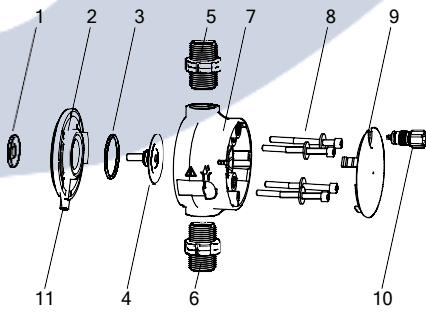

Fig. 10 Cabezal dosificador, despiece
A diario	Compruebe si la abertura de drenaje presenta fugas de líquido (fig. 10, pos. 11) y si está obstruida o sucia. Si es así, siga las instrucciones descritas en la sección 7.4 Rotura de la membrana.
Esta sección hace referencia a la fig. 10.
Si la membrana presenta fugas o se rompe, el líquido dosificado puede escapar a través de la abertura de drenaje (fig. 10, pos. 11), situada en el cabezal dosificador.
En caso de rotura de la membrana, la membrana de seguridad (fig. 10, pos. 1) protegerá la carcasa de la bomba frente a la penetración del líquido dosificado.
La dosificación de líquidos susceptibles de cristalizarse puede dar lugar a la obstrucción de la abertura de drenaje por cristalización. Si la bomba no se detiene inmediatamente, puede acumularse presión entre la membrana (fig. 10, pos. 4) y la membrana de seguridad de la brida (fig. 10, pos. 2). La presión puede empujar el líquido dosificado a través de la membrana de seguridad y hacer que penetre en la carcasa de la bomba.